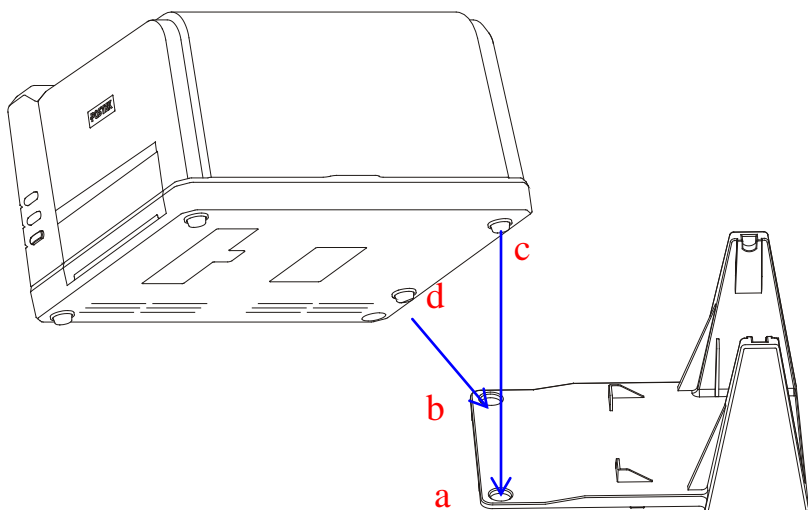

图 5-12
1. 将外挂纸架固定到打印机上，外挂纸架上的孔(a)(b)分别套住打印机底部的脚垫(c)(d)(图 5-12)；